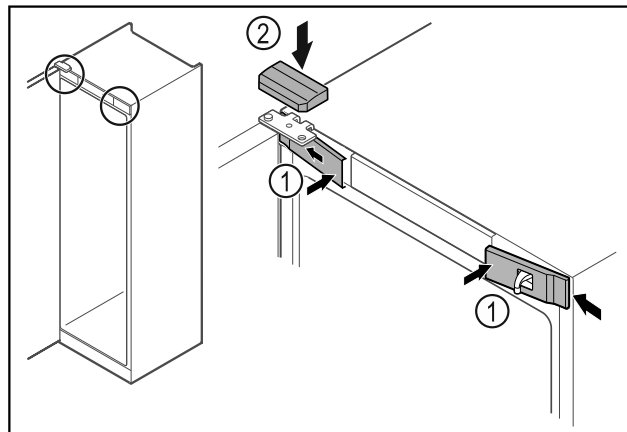

Fig. 47
- ▶ Przednie osłonki Fig. 47 (1) założyć z boku i zaczepić.
- ▶ Górną osłonkę Fig. 47 (2) zaczepić od góry.